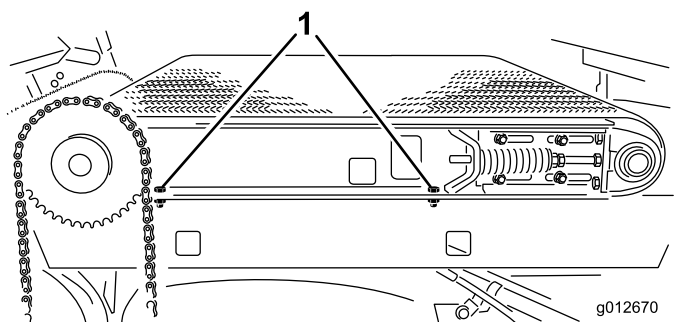

Figure 36
2. Sur le côté droit de la machine, serrez les 2 vis qui fixent le rail du cadre coulissant à l'aile droite (Figure 36).